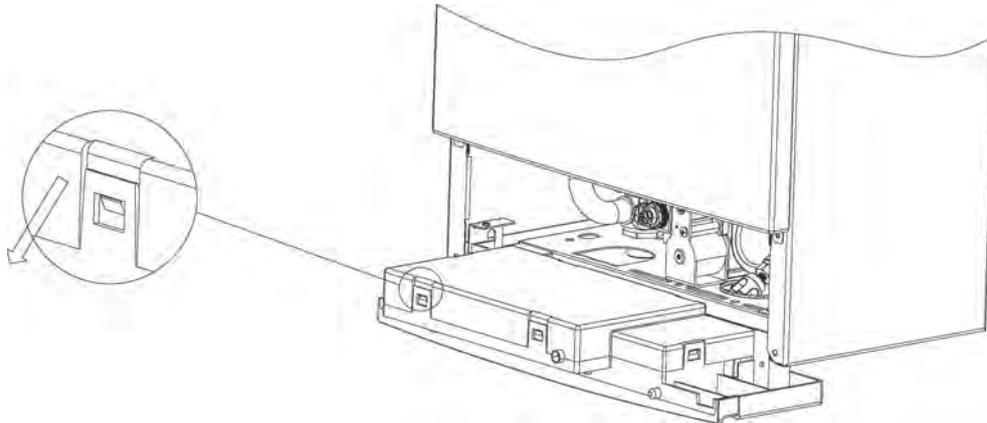

Abb. 7.2
- ▶ Entfernen Sie die Rückseite des Steuerkastens (wie in Abb. 7.2 dargestellt).